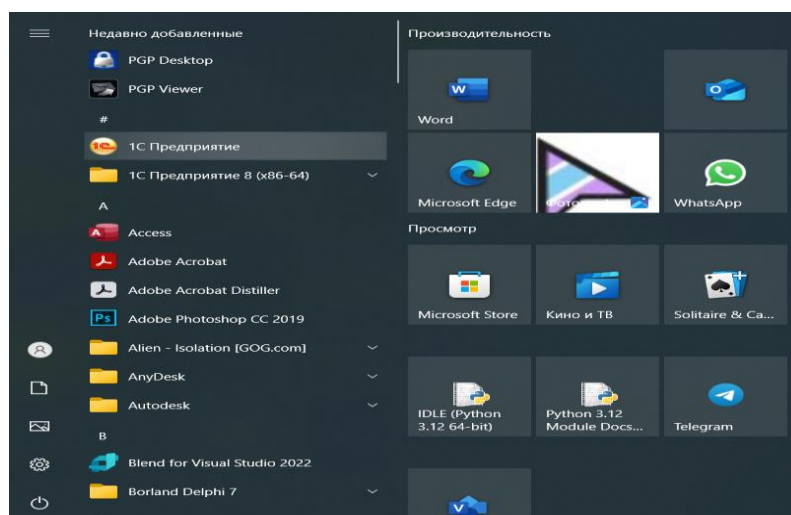

Рисунок 5 – Меню «Пуск»
1. Откройте меню «Пуск» и найдите «1С:Предприятие 8.3» (см. рис. 5).